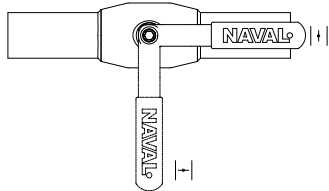

Bild 4.
4.5 Ventilens handtag skall monteras i linje med märket på spindeln (Bild 4).